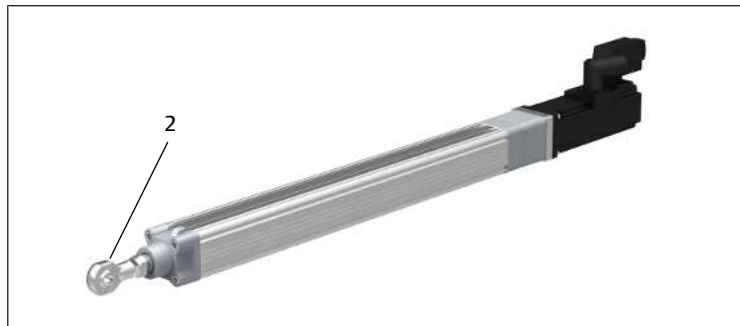

Bild 8: Fäst kuledskopplingen på tryckröret
2. Fäst gaffelkopplingen eller kuledskopplingen (2) på tryckröret. Se → Bild 8. Använd tryckrörets nyckelytor för att hålla emot.